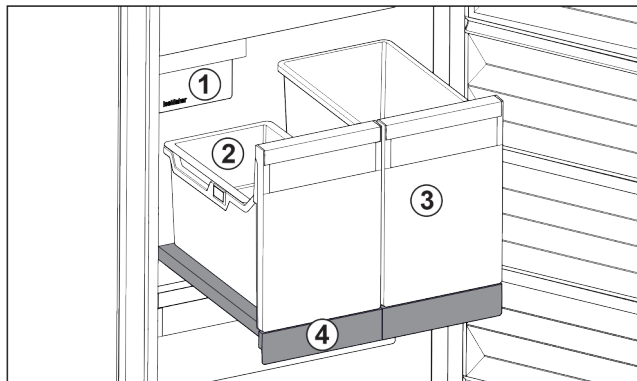

Fig. 138 Выдвижная панель с IceTower
- (1) IceMaker
- (2) Подвесной лоток для кубиков льда
- (3) Контейнеры для пиццы, алкогольных напитков
- (4) Выдвижная панель
На выдвижной панели находятся два высоких контейнера (IceTower). В контейнере Fig. 138 (2) собираются и хранятся кубики льда из IceMaker. Контейнер Fig. 138 (3) подходит для хранения высоких продуктов, таких, как пицца или алкогольные напитки.